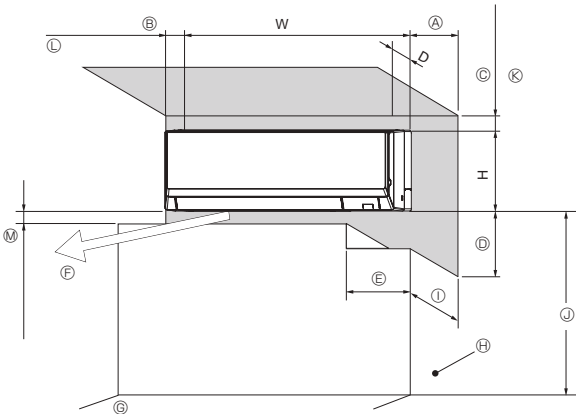

Fig. 2-1
2.1. Dış ölçüler (iç ünite) (Fig. 2-1)